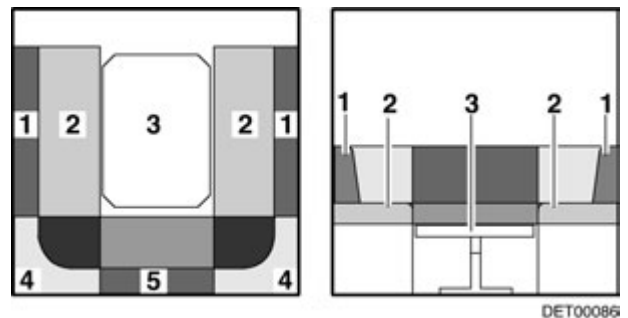

Fig. 61 Durante la transformación
- Tirar de los cojines del asiento (Fig. 61,2) hacia el centro.
- Colocar los cojines del respaldo (Fig. 61,1) entre los cojines del asiento y la pared exterior.
- Quitar los cojines del respaldo (Fig. 61,4 y 5) y ponerlos a un lado.